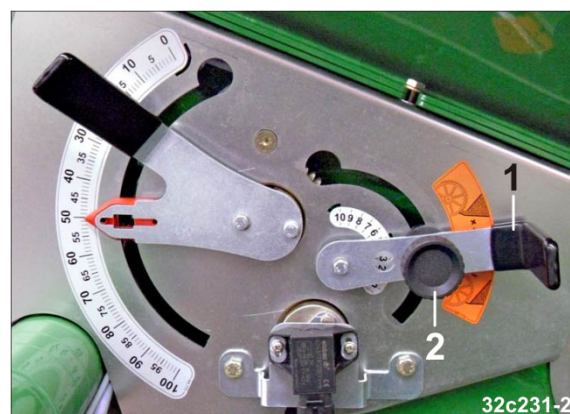

Рис. 162
1. При помощи рычага (Рис. 162/1) отрегулируйте заслонку посевного материала. Предварительное значение регулировки см. в таблице (Рис. 68).
2. Зафиксируйте положение рычага винтом с накатной головкой (Рис. 162/2).